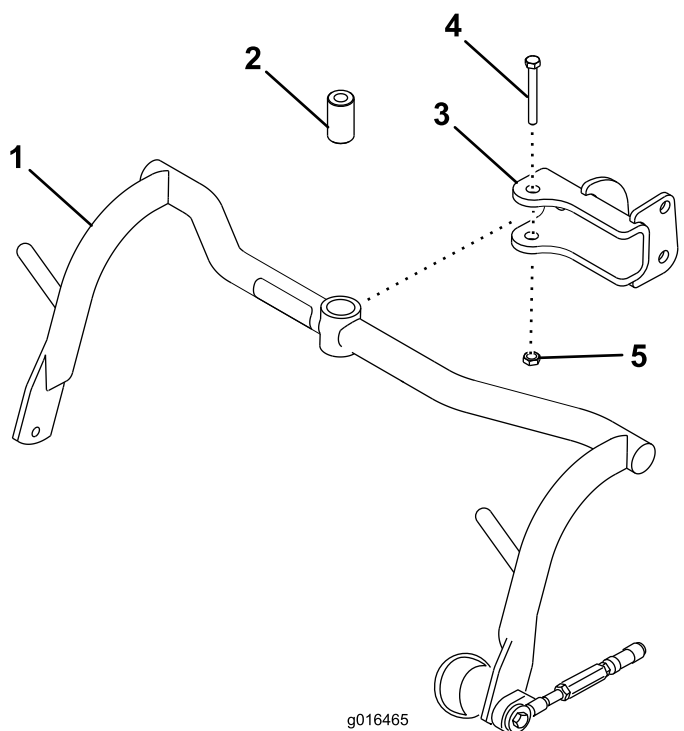

Figura 5
1. Monte un conjunto de bastidor de tiro en cada horquilla con un suplemento, un perno ($\frac{1}{2}$ " x $3\frac{1}{4}$ ") y una contratuera ($\frac{1}{2}$ "); consulte la Figura 5. Apriete a entre 91 y 113 N·m.